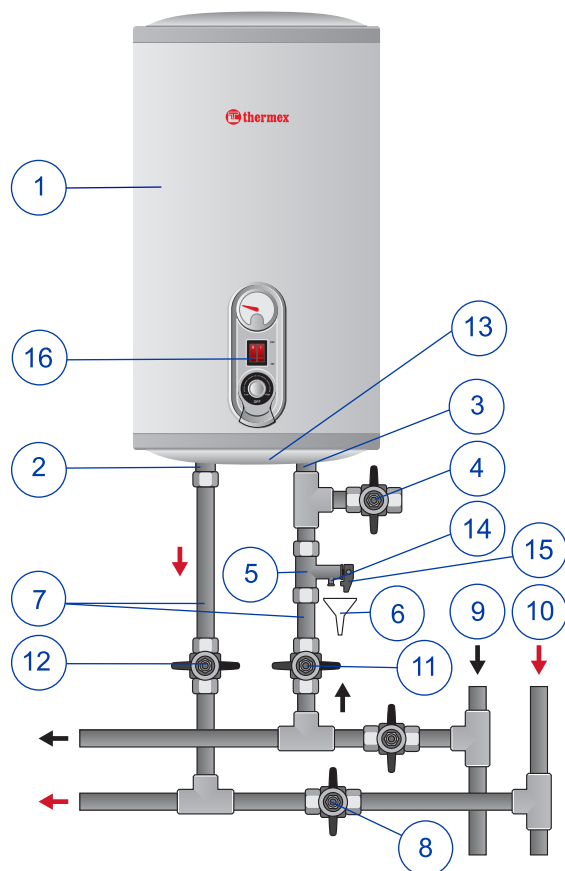

Рис. 1 Схема подключения ЭВН к водопроводу
4.3. Предохранительный клапан (5, рисунок 1) выполняет функции обратного клапана,
Подключение к водопроводной системе производится в соответствии с рис. 1 только при помощи медных, металлопластиковых или пластиковых труб, а также специальной гибкой сантехподводки. Запрещается использовать гибкую подводку бывшую ранее в употребление. Рекомендуется подавать воду в ЭВН через фильтр-грязевик, установленный на магистрали холодной воды (не входит в комплект поставки).
Примечание: для облегчения обслуживания ЭВН в процессе эксплуатации рекомендуется установка сливного вентиля (4) в соответствии с рис. 1 (для моделей, не оборудованных сливным патрубком (не входит в комплект поставки ЭВН)).
Рисунок 1: 1 – ЭВН, 2 – Патрубок горячей воды, 3 – Патрубок холодной воды, 4 – Сливной вентиль, 5 – предохранительный клапан, 6 – Дренаж в канализацию, 7 – Подводка, 8 – Перекрыть вентиль при эксплуатации ЭВН, 9 – Магистраль холодной воды, 10 – Магистраль горячей воды, 11 – Запорный вентиль холодной воды, 12 – Запорный вентиль горячей воды, 13 – Защитная крышка, 14 – Выпускная труба предохранительного клапана, 15 – Ручка для открывания предохранительного клапана, 16 – Панель управления.